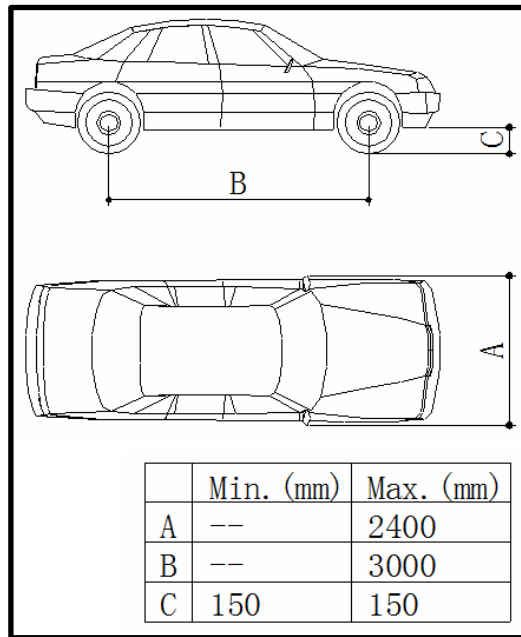
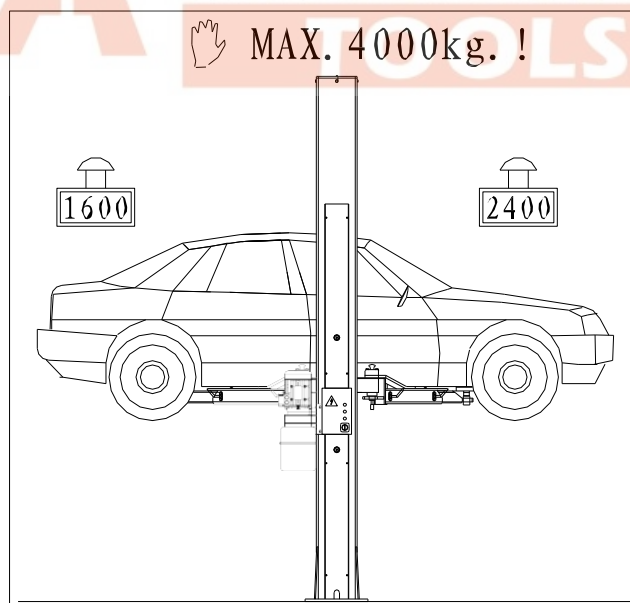

Bild 6
Bild 7 Gewichtsverteilung
- ◆ Nur zugelassene Fahrzeuge (Bild 6 & Bild 7) dürfen angehoben werden. Beachte die zugelassene Traglast und die maximalen Gesamtabmessungen.